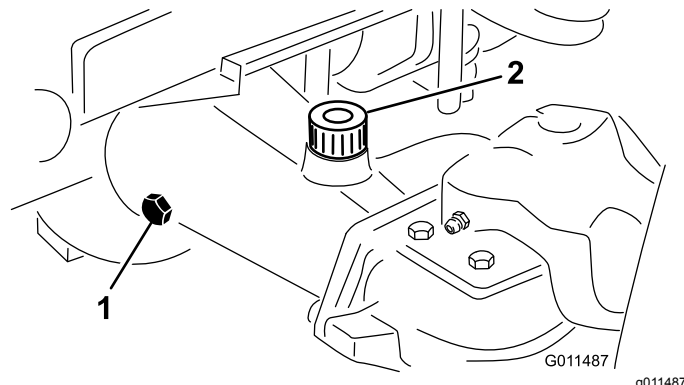

Figure 18
2. Enlevez un bouchon de contrôle à une extrémité du pont et vérifiez que le lubrifiant atteint la base de l'orifice (Figure 18).